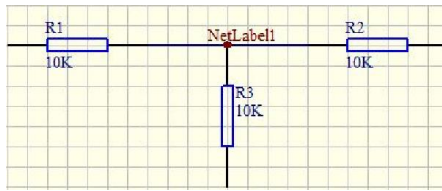

图 4.33 放置网络标号
(1) 执行设置网络标号命令，有三种方法：
- ① 执行菜单命令 Place/Net Label。
- ② 按下 **P** 键，松开后按下 **N** 键。
- ③ 用鼠标左键单击 Wiring 工具栏中的  按钮。
(2) 此时，光标变成“十”字状，并且随着虚线框在工作区内移动，如图 4.33 所示。